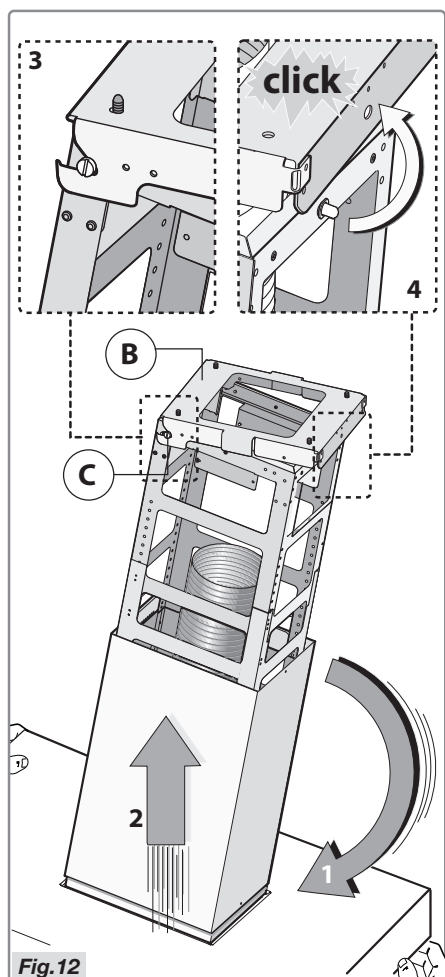

Fig.12
- Faites basculer la hotte comme indiqué à la Figure 12 – étape 1.
- Utilisez les 2 goujons **C** déjà présents sur le dispositif pour accrocher la hotte au collier **B**. Figure 12 – étapes 2-3.
- Fixez la hotte à l'endroit souhaité de façon à ce que la goupille s'enclenche dans le trou du collier **B**. Figure 12 – étape 4.